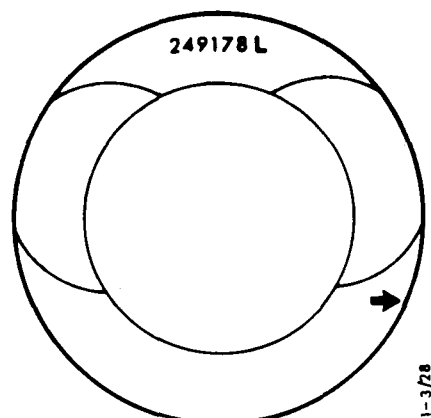

Fig. 3
1. Fit low pistons - see fig. 3.